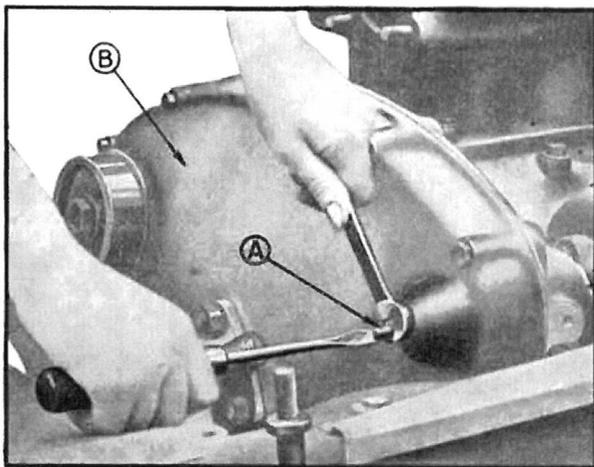

Fig. 68. — A - Réglage de la vis de butée de dynamo.
*Nota.* — Régler la vis de poussée de l'arbre de commande de dynamo sur le couvercle de la distribution (*fig. 68*) à 1/4 de tour du serrage maximum, bloquer le contre-écrou de cette vis.